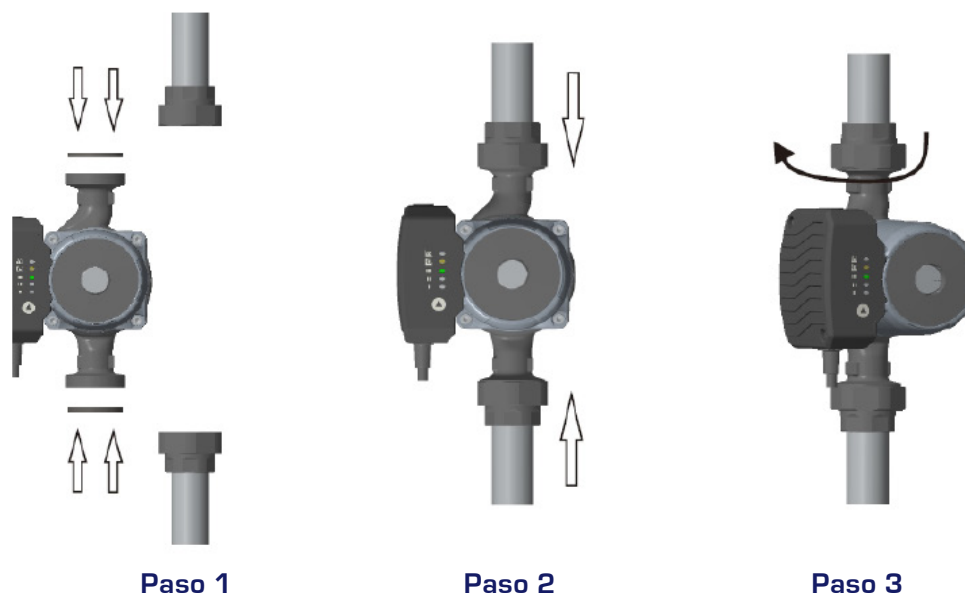

Figura 1
1. Al instalar la bomba en la tubería, se deben instalar las dos juntas de estanqueidad proporcionadas (como se muestra en la Figura 1).